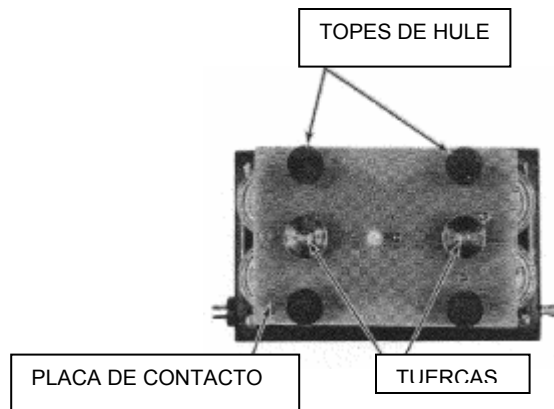

Figura 4-6. Retiro de Baterías
| El indicador READY no enciende cuando el instrumento se enciende, interruptor de ON/OFF en posición ON. | <ol style="list-style-type: none"> 1) El contacto de las baterías está flojo 2) El voltaje de la fuente de poder es muy bajo ó 3) Un mal funcionamiento del circuito | <ol style="list-style-type: none"> 1) Apriete las tuercas. Figura 4-6, en los postes de batería hexagonales 2) reemplace las baterías siguiendo el procedimiento Reemplazando Baterías. 3) Regrese el instrumento a MSA. |
4. Quite las dos tuercas, Figura 4-6, y levante la placa de contacto.